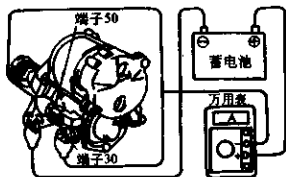

图 4-45 起动机的空载试验
- 1) 将蓄电池和万用表(电流档)连接到起动机上,如图4-45所示。